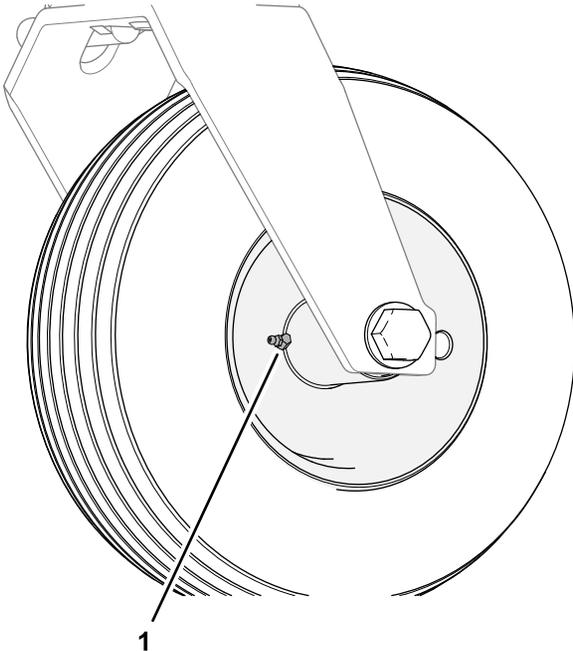

Figure 66
2. Raccordez un pistolet de graissage au graisseur du moyeu de la roue pivotante (Figure 66).